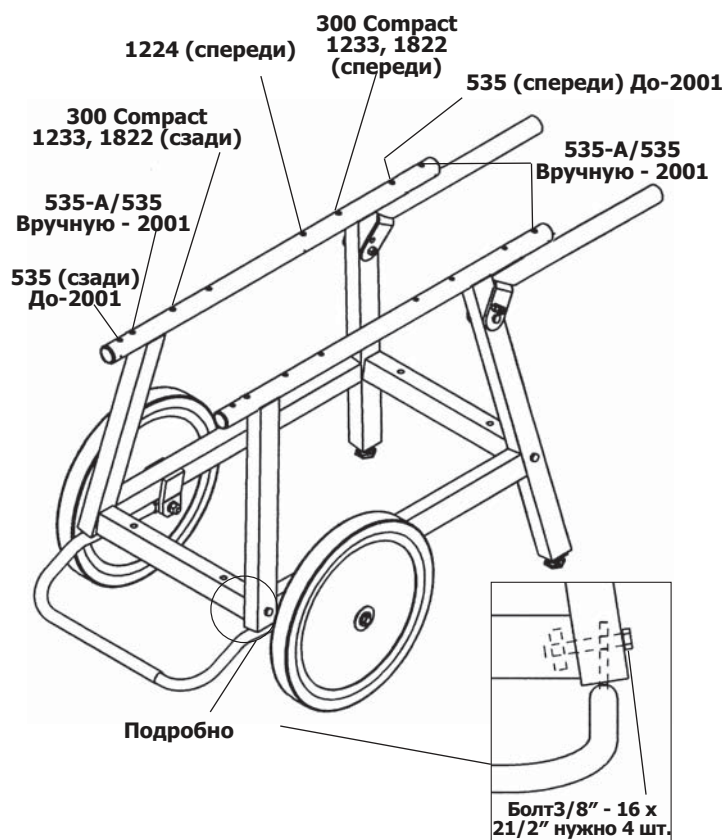

Рисунок 3 – Опора в сборе
2. Соберите опору, чтобы "внутренние" наклейки располагались по направлению к внутренней части опоры (рисунок 3).
ОСТОРОЖНО Для правильного баланса и работы станки RIDGID необходимо зафиксировать через подходящие отверстия в ножках (рисунок 3).